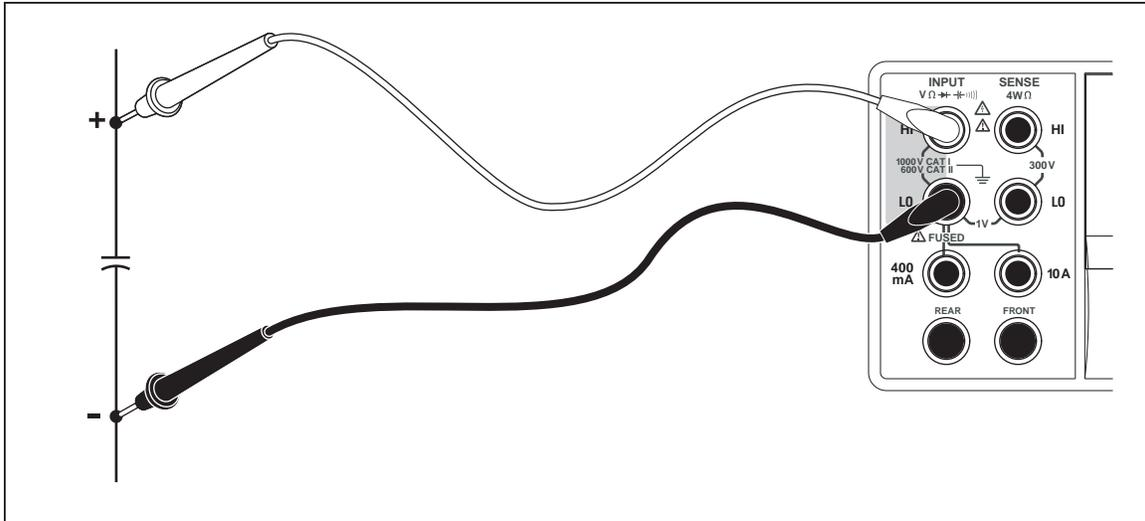

Figura 4-6. Medición de capacitancia
3. Conecte los conductores de prueba del multímetro, tal como se muestra en la figura 4-6.